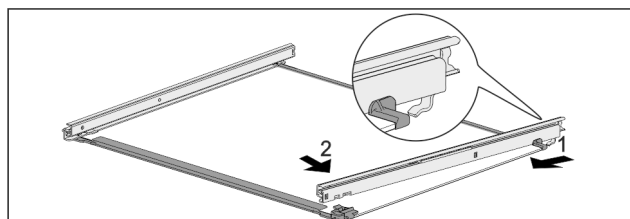

Fig. 118 Ripiano in vetro con guide
- Agganciare la guida sul lato posteriore. Fig. 118 (1)
- Innestare la guida sul lato anteriore. Fig. 118 (2)